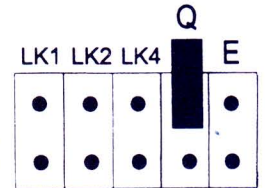

Fig.13
1. Enlever le cavalier "Q" et monter une seule broche, suivant les instructions de la Figure 13